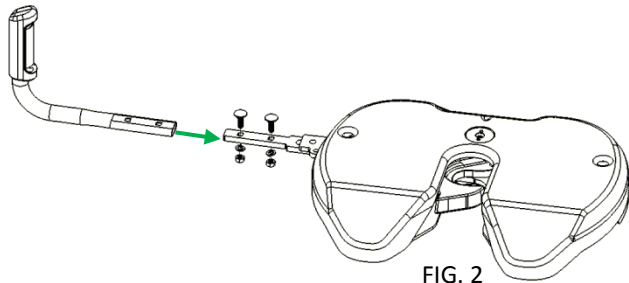

FIG. 2
1. Glisser le levier par-dessus la barre comme illustré à la figure 2, et serrer solidement les boulons de carrosserie, les rondelles freins et les écrous à l'aide d'une clé M13. Le levier doit être bien ajusté.